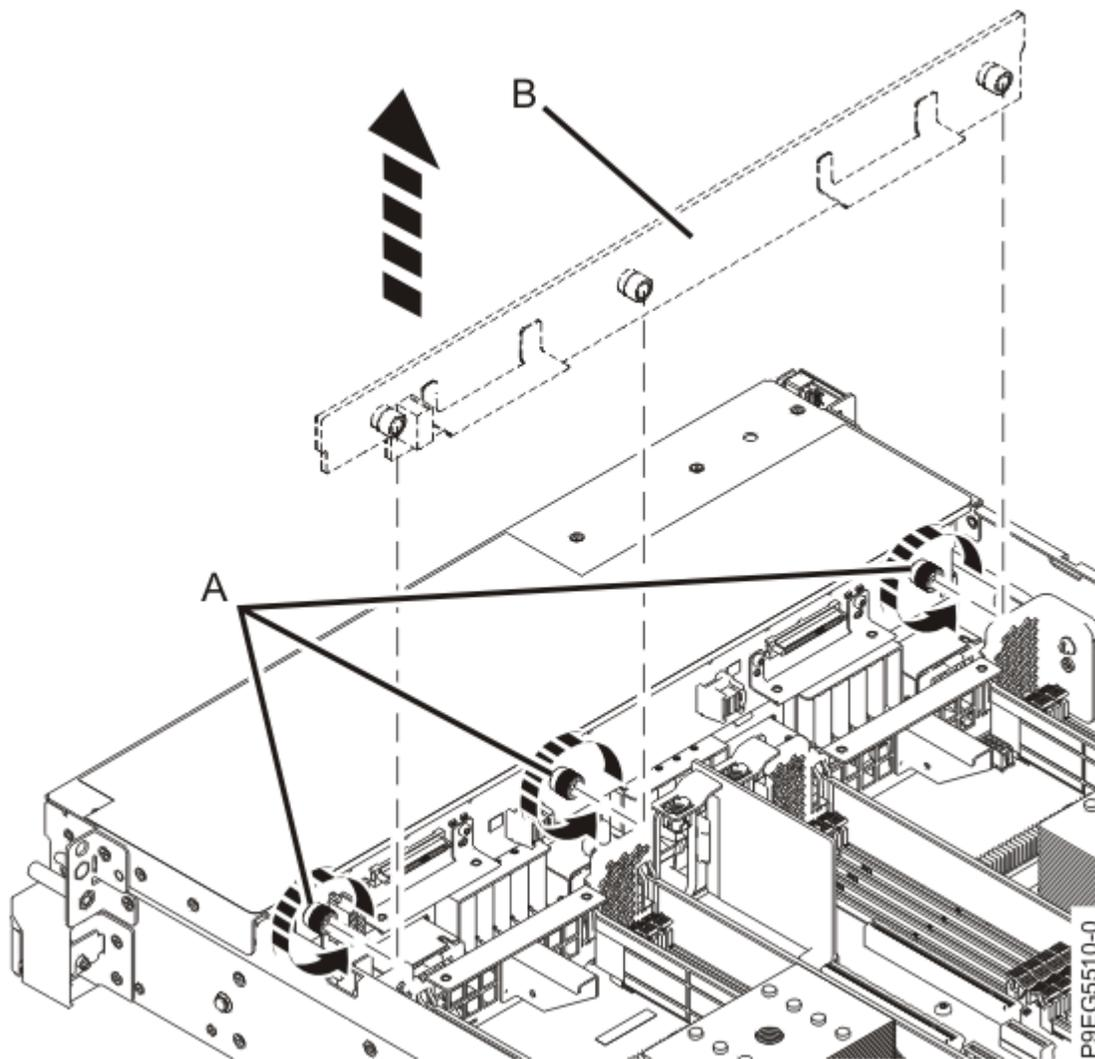

Figure 13. Desserrage des vis du fond de panier de l'unité de disque
9. Dévissez les trous vis moletées captives **(A)** du fond de panier de l'unité de disque **(B)**, comme illustré dans la Figure 13, à la page 15 jusqu'au desserrage complet.